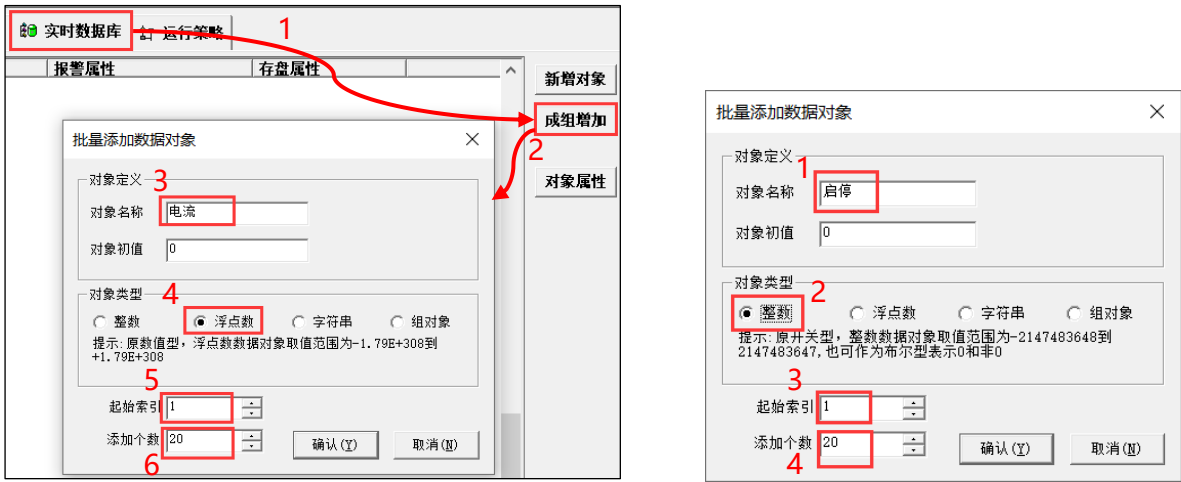

图 6.2-1 成组增加变量
- 进入实时数据库——成组增加，设置【对象名称】为【电流】，【对象类型】为【浮点数】，【起始索引】为【1】，【添加个数】为【20】个。点击确认保存设置并关闭设置界面。如图 6.2-1 所示。
- 用同样的方法新建 20 个整数型变量【启停 1】至【启停 20】。点击【成组增加】，设置【对象类型】为【整数】，【起始索引】为【1】，【添加个数】为【20】个。点击确认保存设置并关闭设置界面。如图 6.2-1 所示。